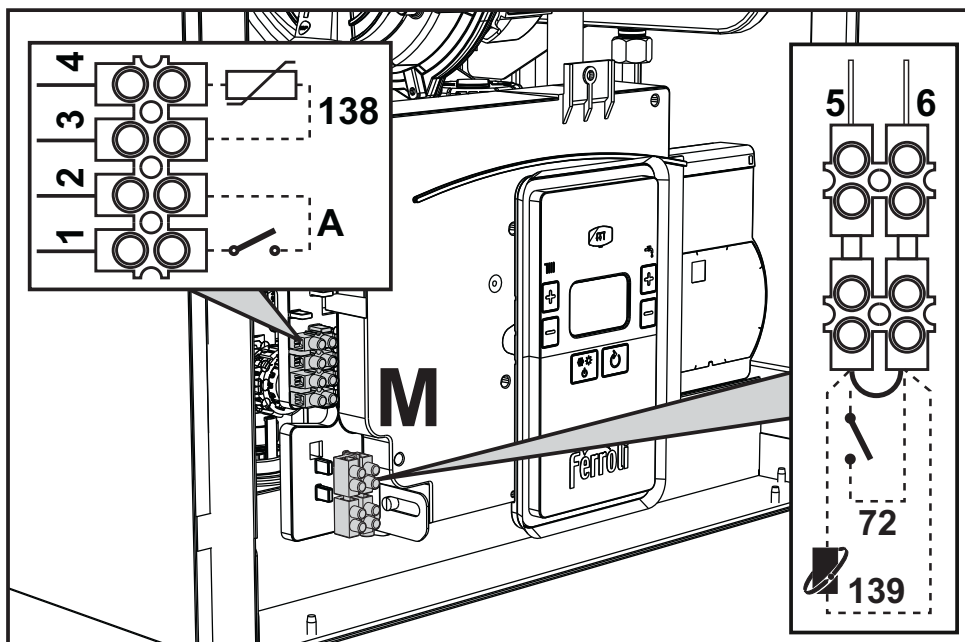
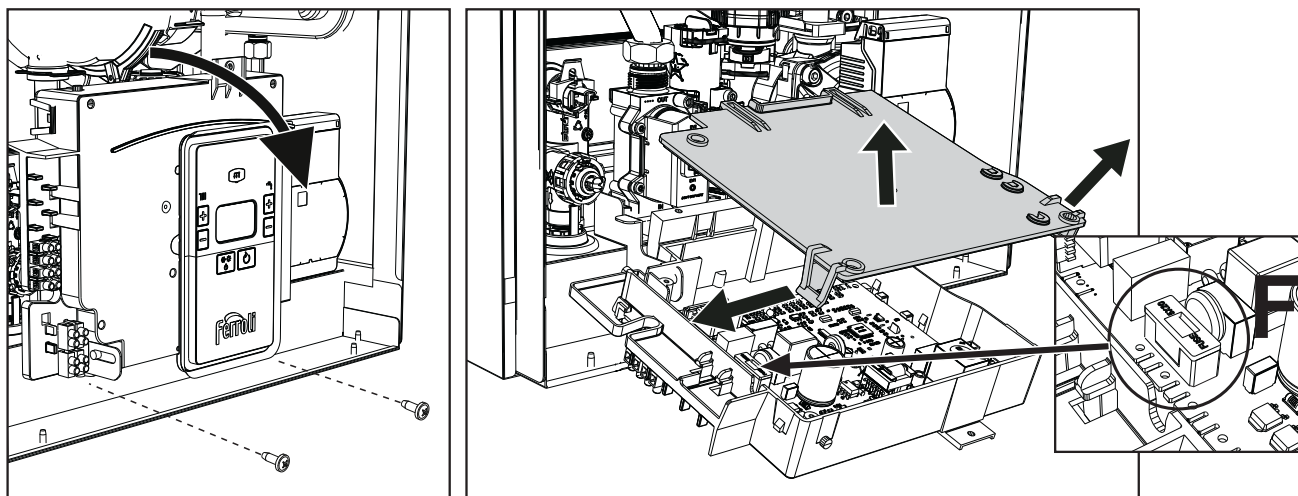

fig. 18
fig. 19
Dopo aver tolto il pannello frontale (sez. "Apertura del pannello frontale" a pag. 33) è possibile accedere alle morsettiere (M) e al fusibile (F) seguendo le indicazioni descritte di seguito (fig. 18 e fig. 19). **I morsetti indicati nella fig. 18 devono essere a contatti puliti (non 230V).** La disposizione dei morsetti per i diversi allacciamenti è riportata anche nello schema elettrico alla fig. 45.
Configurazione Interruttore ON/OFF (A fig. 19)